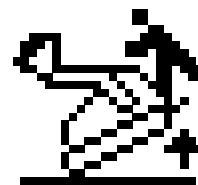

Figura 25
Cuando se extienden los brazos de carga a su alcance máximo para la altura del brazo y el peso de la carga, el InfoCenter muestra el icono Smart Load (Figura 25); el indicador parpadea, la alarma suena y los brazos dejan de extenderse.
4. Utilice herramientas manuales para girar las fijaciones en sentido horario hasta que el freno esté libre o hasta que no pueda girar más el tornillo (Figura 25).